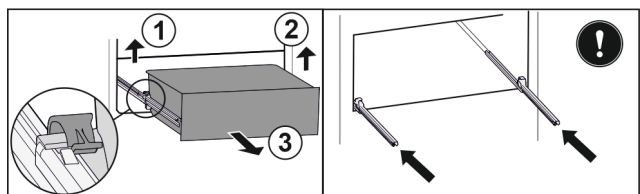

Fig. 40
- ▶ Підняти лівий затискач і одночасно висувний ящик ліворуч потягнути вперед. Fig. 40 (1)
- ▶ Підняти правий затискач і одночасно висувний ящик праворуч потягнути вперед. Fig. 40 (2)
- ▶ Вийняти висувний ящик рухом вперед. Fig. 40 (3)